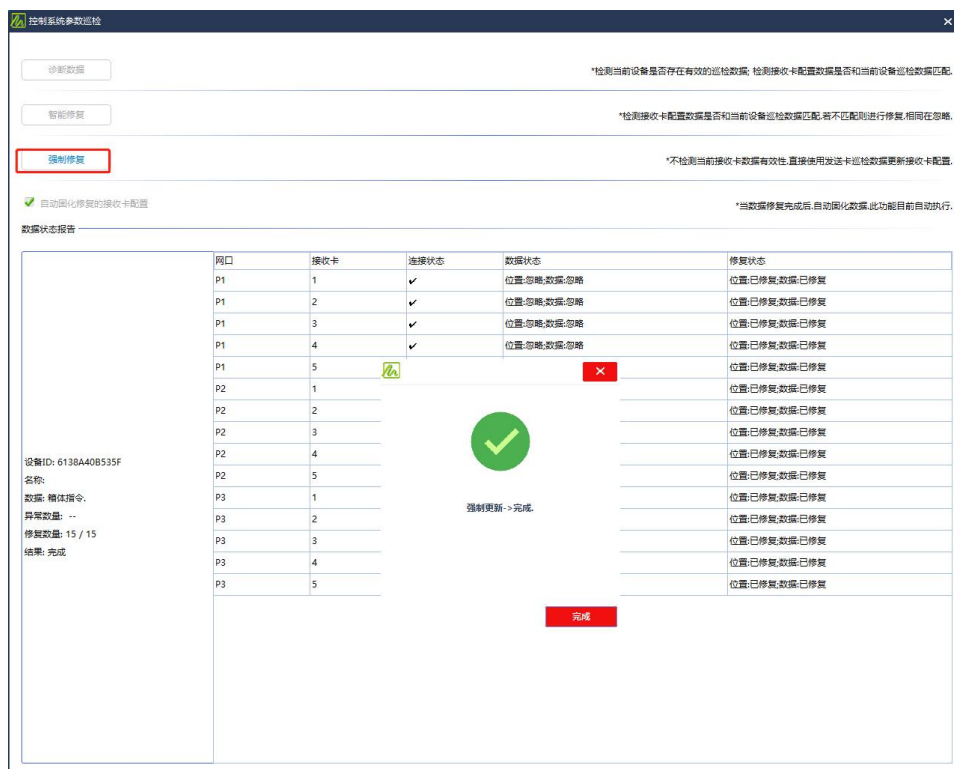

图 4-4-3 数据巡检完成图
(3) 点击“强制修复”，等待弹窗显示“强制更新—>完成”界面，完成巡检操作。如图 4-4-3 所示。